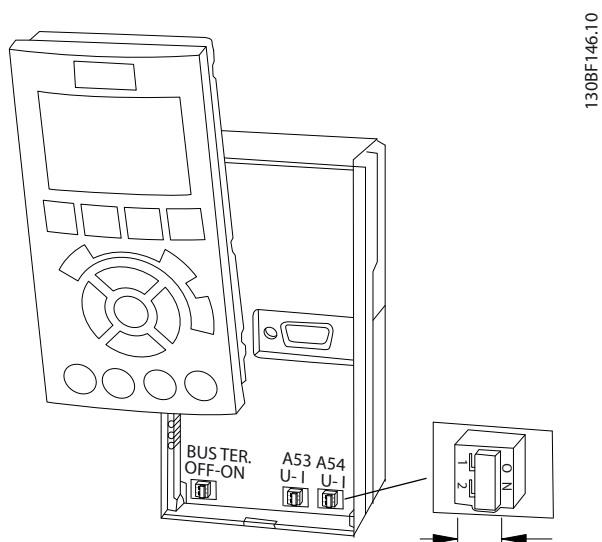

図 5.22 端子 53 と 54 スイッチの位置
- スイッチ (バス終端) が、バス終端抵抗のコントロール・カードに提供されています。を参照図 5.22。